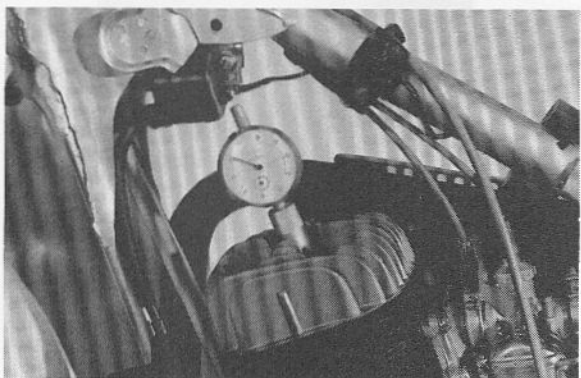

Fig. 2-7-2
2. Inset Dial Gauge into stand #2. (Fig. 2-7-2)
2. Insérer le comparateur à cadran dans le support #2. (Fig. 2-7-2)